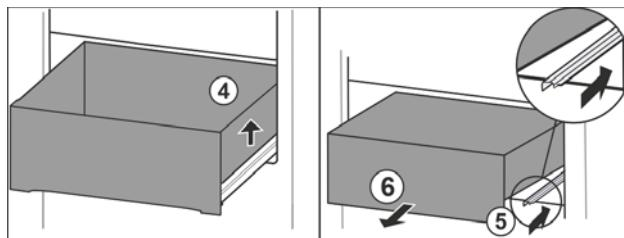

Fig. 69
- Приподнимите выдвижной ящик справа. Fig. 69 (4)
- Вставьте правую направляющую. Fig. 69 (5)
- Извлеките выдвижной ящик движением вперед. Fig. 69 (6)